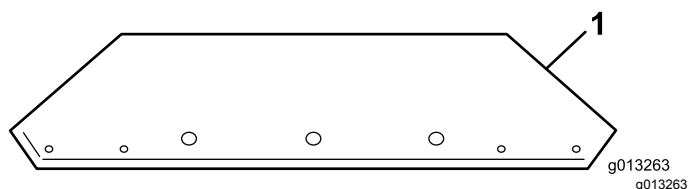

Рисунок 10
- Извлеките удлинители бункера из транспортировочного контейнера, определите передний и задний удлинитель (Рисунок 10 и Рисунок 11).